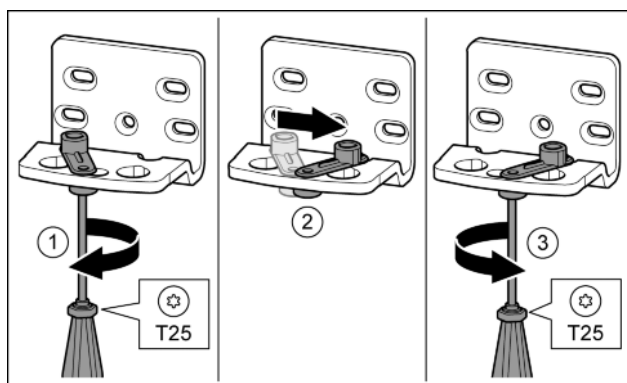

Fig. 13
- ▶ svitare leggermente la vite con il cacciavite T25. Fig. 13 (1)
- ▶ Sollevare l'ausilio di chiusura porta e ruotarlo di 90° verso destra nel foro. Fig. 13 (2)
- ▶ Serrare la vite con il cacciavite T25. Fig. 13 (3)